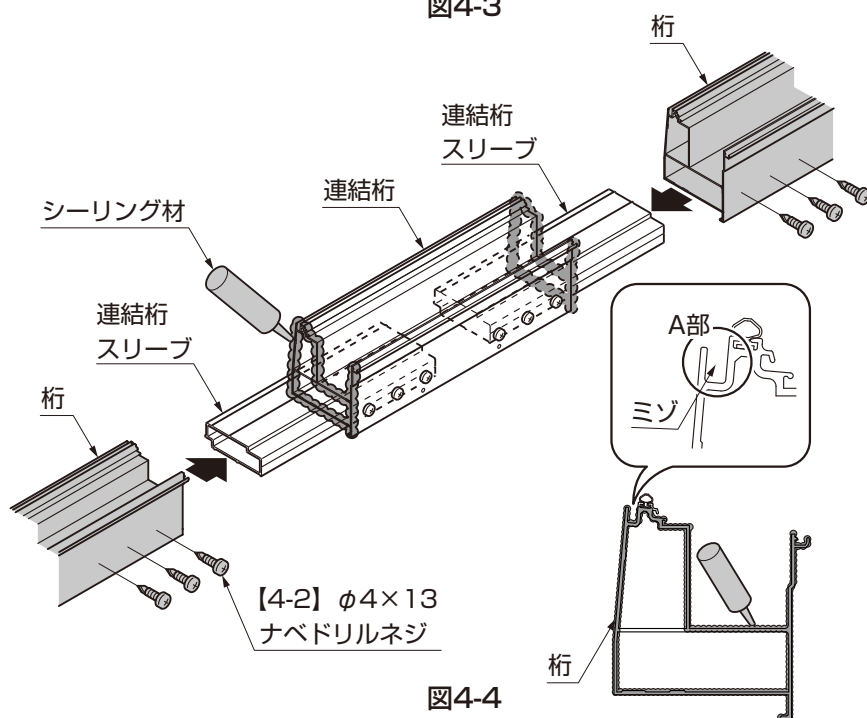

図4-4
- A部のミゾは、シーリングで埋めないようにしてください。（図4-4参照）